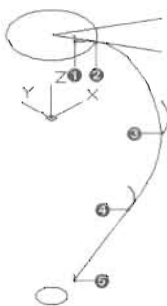

图 13-143
(4) 删除图 13-142 中所示的圆 B, 然后隐藏“曲面”图层, 同时把“边界曲线”图层设为当前图层, 如图 13-143 所示。
(1) 绘制样条曲线作为边界曲线。
① 使用 Spline (样条曲线) 命令绘制第一条边界曲线, 如图 13-143 所示, 命令执行过程如下。
指定第一个点或 [方式(M)/节点(K)/对象(O)]: //捕捉图 13-143 中的点 1